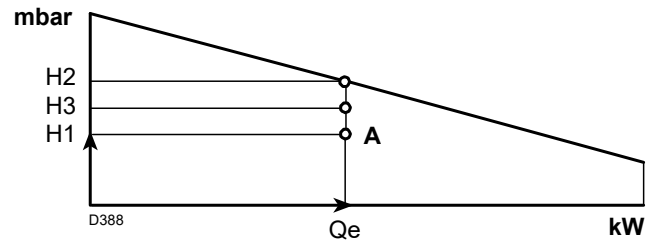

Fig. 40
ponto A tem que permanecer dentro do campo de trabalho (Fig. 40).
- 4 - Traçar uma vertical a partir do ponto A, Fig. 40, e encontrar a máxima pressão H2 do campo de trabalho.
Se H3 é maior que H1, como na Fig. 40, o queimador pode suprir a vazão demandada.